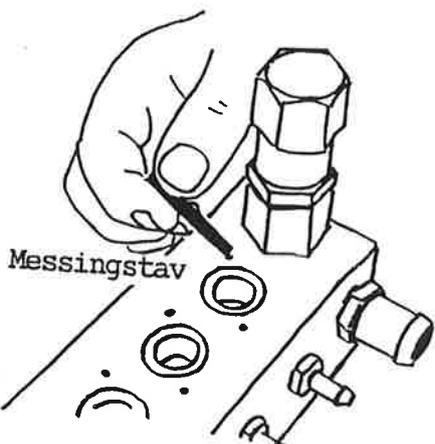

Fig.48
- Stempelsete defekt. (Se fig.48)